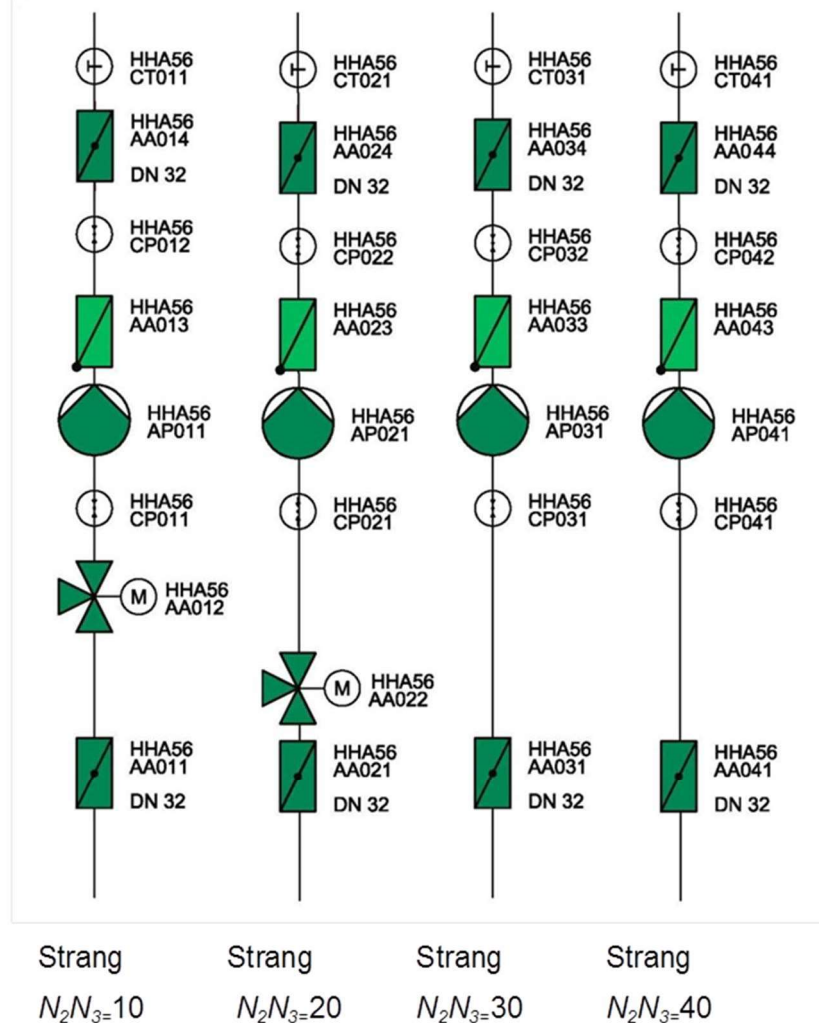

Abbildung 4.4: Beispiel für die strangweise Zählung von Aggregaten
- innerhalb eines Strangs fortlaufend numerisch für  $N_3$ , d. h. 11 bis 19 für Strang 10, 21 bis 29 für Strang 20, 31 bis 39 für Strang 30 etc. (siehe Abbildung 4.4).